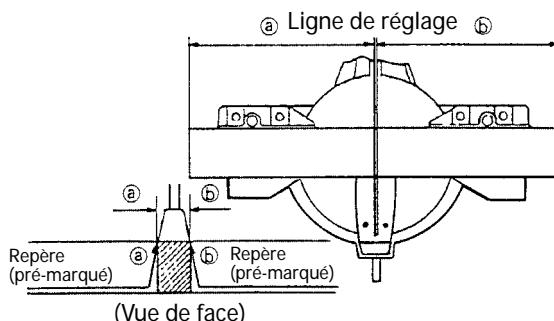

Fig. 21
- (1) Comme indiqué à la Fig. 21, la largeur de la lame est la largeur de coupe. En conséquence, glisser la pièce vers la droite (vue de la position de l'opérateur) pour obtenir la longueur ⑥, et sur la gauche pour obtenir la longueur ⑤. (Uniquement pour le modèle C10FCH2) Si le marqueur laser est utilisé, aligner la ligne laser sur le côté gauche de la lame de scie, puis aligner la ligne tracée à l'encre sur la ligne laser.
- (2) Quand la lame a atteint sa vitesse maximale, abaisser doucement la poignée jusqu'à ce que la lame approche de la pièce.
- (3) Quand la lame touche la pièce, appuyer progressivement sur la poignée pour couper la pièce.
- (4) Quand la pièce est coupée à la longueur voulue, mettre l'outil électrique hors tension et attendre que la lame soit complètement arrêtée avant de relever la poignée en position complètement rentrée.